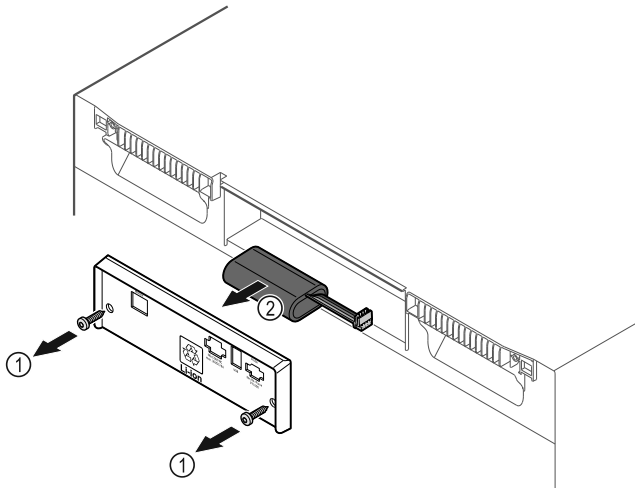

Fig. 229
- ▶ Schrauben herausdrehen und Abdeckung auf der Rückseite des Gerätes entfernen Fig. 229 (1).
- ▶ Batterie abstecken und herausnehmen Fig. 229 (2).